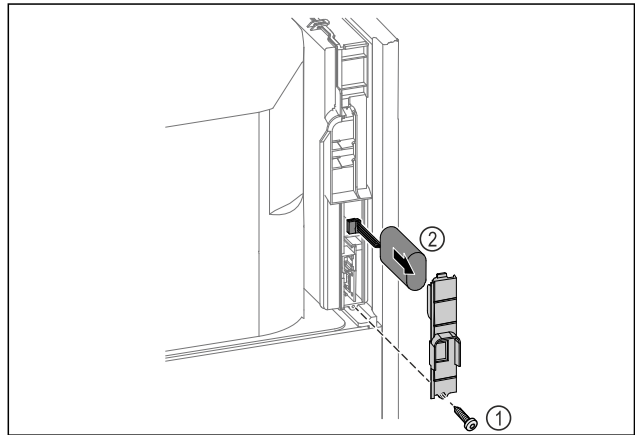

Fig. 254
- ▶ Deșurubați șurubul și scoateți capacul de pe partea din spate a aparatului Fig. 254 (1).
- ▶ Deconectați și scoateți bateria Fig. 254 (2).